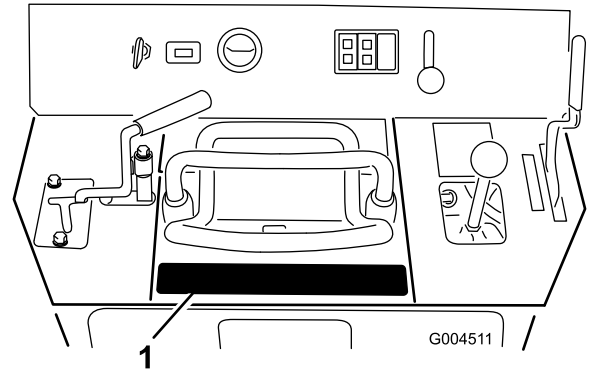

Figura 7
1. Pulite l'area dietro al comando della trazione, in modo che non vi sia sopra sporcizia o grasso (Figura 7).
2. Rimuovete la pellicola dall'adesivo e applicatelo nella relativa posizione illustrata nella Figura 7.